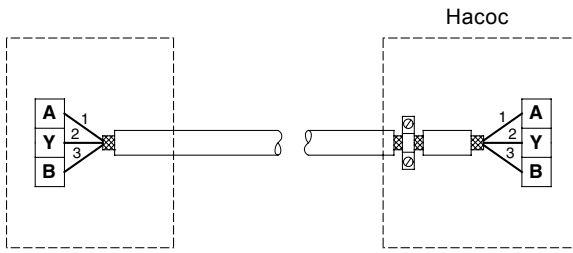

Рис. 6 Подключение 3-жильного экранированного кабеля
- Если устройство не имеет такого-же кабельного разъема, экранирующую оплетку оставляют не подсоединенным с этой стороны, как это показано на рис. 6.